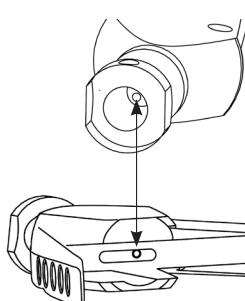

Figure 4
- 4) À l'aide des outils appropriés, nettoyez soigneusement l'intégralité de la canulation (fig. 4) pour retirer tous les débris susceptibles d'être présents. Des informations supplémentaires de nettoyage et de retraitement sont disponibles dans le document PQRMD.